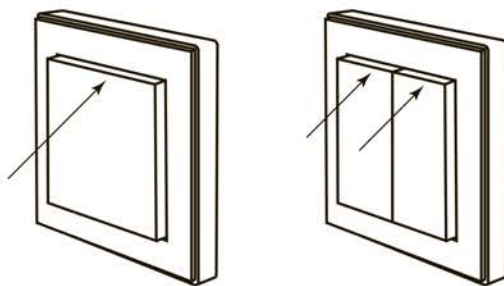

Рисунок 5. Подключение радиовыключателей PB1, PB2 к приемнику R3K.
- Для подключения радиовыключателя PB1 к приемнику необходимо нажать в этот промежуток времени на кнопку «включение» (верхняя часть клавиши радиовыключателя) (рисунок 5).
- Для подключения PB2 необходимо нажать на кнопку «включение» того канала, к которому необходимо подключить приемник (рисунок 5).